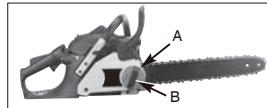

Fig. 4
- Maintenez la pointe du guide-chaîne vers le haut et tournez la bague de réglage de la chaîne (A) DANS LE SENS DES AIGUILLES D'UNE MONTRE pour augmenter la tension de la chaîne. Tournez la bague de la chaîne (A) DANS LE SENS CONTRAIRE DES AIGUILLES D'UNE MONTRE pour réduire la tension de la chaîne. Assurez-vous que la chaîne est correctement installée tout le long du guide-chaîne. (Fig. 4)
- Après le réglage, et tout en maintenant la pointe du guide-chaîne dans la position la plus haute, serrez fermement le bouton de retenue du guide-chaîne (B). La tension de la chaîne est correcte lorsque celle-ci est bien installée tout autour du guide-chaîne et peut être tirée à la main (protégée par un gant). (Fig. 4)